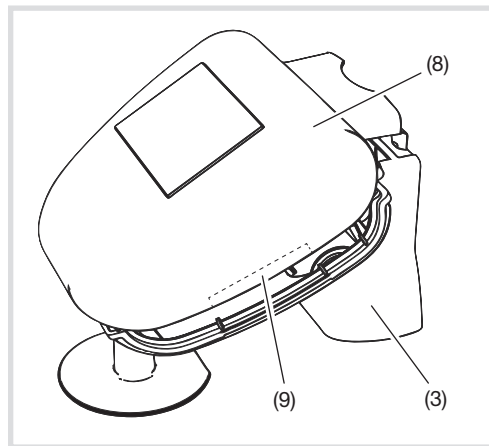

Afbeelding 5: wand- (links)/mastbevestiging (rechts)
- Montage tegen een loodrechte muur (afbeelding 2) of een mast (afbeelding 5, rechts)
- bij wandmontage de vlakke kant tegen de wand ligt en het sikkelvormige pad (7) naar boven wijst (afbeelding 5, links)
- bij mastmontage de bolle kant tegen de mast ligt en het sikkelvormige pad (7) naar beneden wijst (afbeelding 5, rechts)